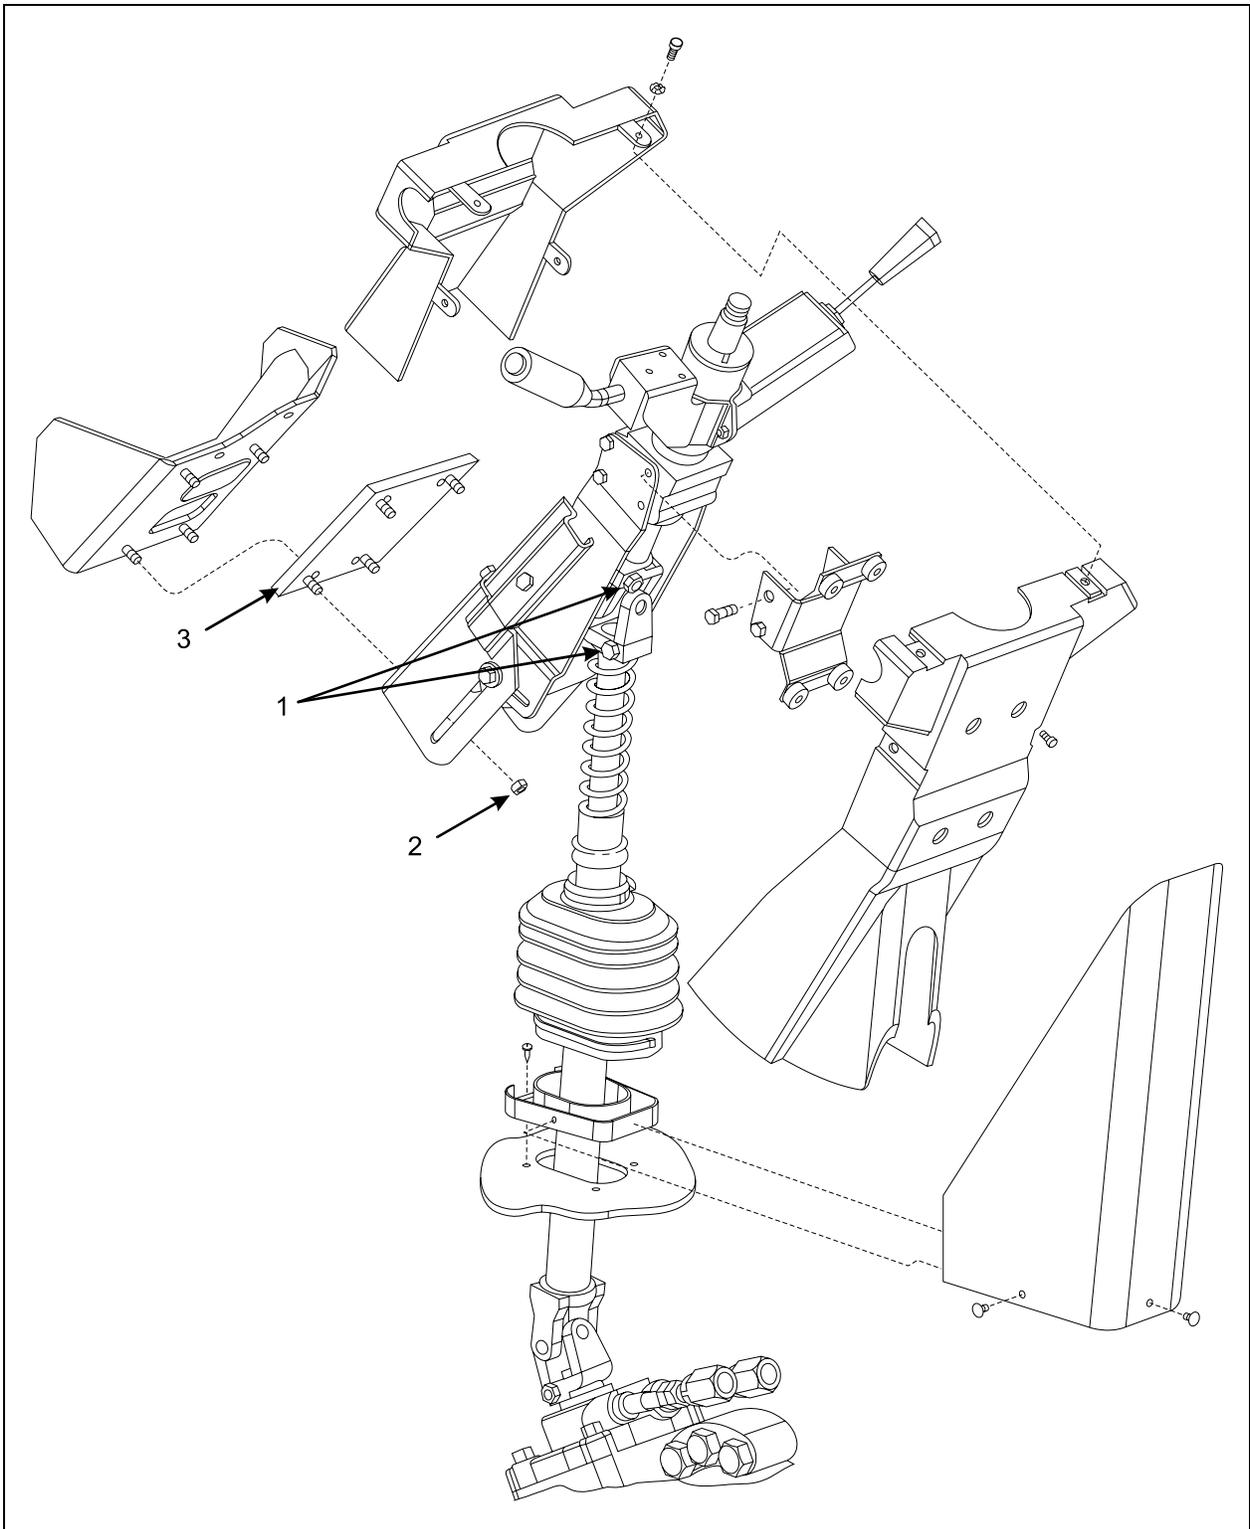

FIGURE 1: VUE EXPLOSÉE DE LA COLONNE DE DIRECTION ET DE SES COMPOSANTES
2. Si une plaque d'ajustement est installée (3, figure 1), effectuer la partie B de ce bulletin;
2. Retirer le capot et les pièces recouvrant la colonne de direction (voir la figure 1);
4. Dévisser un ou l'autre des deux boulons de retenue du joint universel (1, figure 1) et détacher la colonne de l'arbre de direction;
5. Dévisser les quatre écrous retenant la colonne de direction en place (2, figure 1). Demander l'aide de quelqu'un lors du dévissage final pour éviter que la colonne ne tombe;
8. Meuler les soudures retenant la plaque actuelle sur le véhicule. Retirer la plaque (3, figure 1) et enlever les restes de soudure à l'aide de la meule;